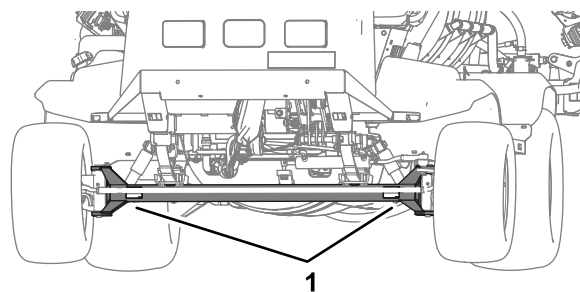
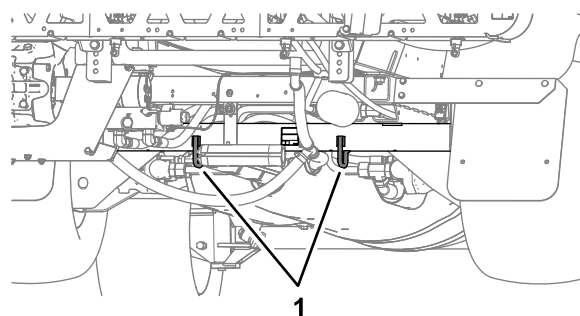

Рисунок 58
Рисунок 59
- Надежно прикрепите машину к транспортному автомобилю; на Рисунок 58 и Рисунок 59 показаны скобы для крепления машины.